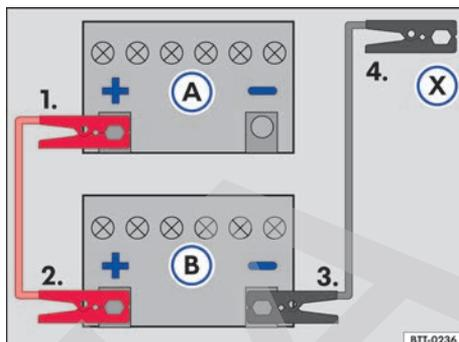

Fig. 178 Esquema para la conexión de los cables auxiliares de arranque: batería del vehículo descargada (A) y batería del vehículo que provee la corriente (B).
- Conectar una extremidad del cable auxiliar de arranque *rojo* al polo positivo ⇒ fig. 178 + del vehículo con la batería del vehículo descargado (A) ⇒ .
- Conectar la otra extremidad del cable auxiliar de arranque *rojo* al polo positivo (+) de la batería que brinda corriente (B) al vehículo.
- Conectar un extremo del cable auxiliar de arranque *negro* al polo negativo (-) de la batería que brinda corriente (B) al vehículo.
- Conectar la otra extremidad del cable auxiliar de arranque *negro* (X) en el vehículo con la batería del vehículo descargado en una pieza maciza de metal atornillada firmemente al bloque del motor o en el propio bloque del motor - aunque no en las proximidades de la batería (A) ⇒ .